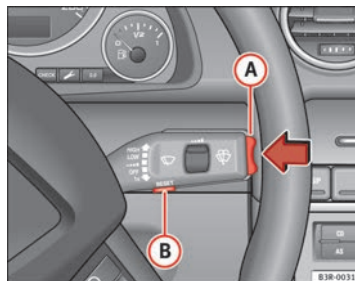

Fig. 58 Palanca del limpiaparabrisas: Interruptor-selector de funciones
- Pulse el conmutador-selector de funciones en la palanca del limpiaparabrisas **A** ⇒ fig. 58, en la parte superior o bien ►
- Pulse la tecla Reset dispuesta en la palanca del limpiaparabrisas (B) ⇒ fig. 58 hasta que aparezca tachado el símbolo de advertencia del límite de aviso 2.